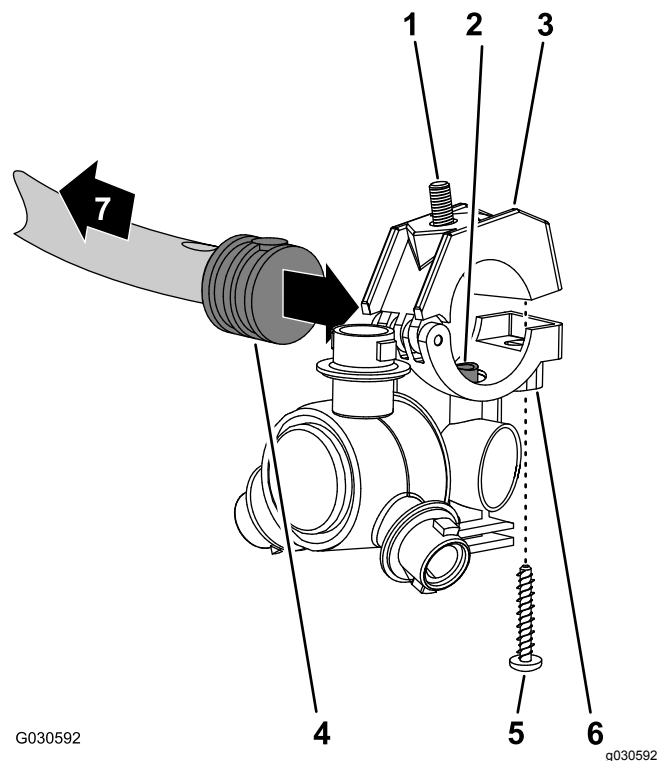

Рисунок 130
1. Совместите трубу для перекачивания в опоре распылительного сопла (Рисунок 130) с отверстием в боковой части хвостовика одностороннего шлангового штуцера типа «елочка» (½ дюйма).
2. Установите верхнюю половину зажима поверх хвостовика штуцера типа «елочка» и закрепите половину зажима и корпус распылительного сопла (Рисунок 130) с помощью винта из нержавеющей стали (№ 12 x 1¼ дюйма); затяните винт из нержавеющей стали с моментом от 14 до 18 Н·м.